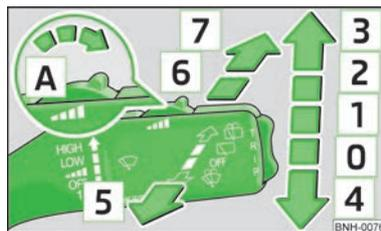

Fig. 28
- Si se desea limpiar el parabrisas sólo **brevemente**, empujar la palanca a la posición de suspensión elástica **[4]** » fig. 28.
- Levantar la palanca a la posición **[1]** » fig. 28.
- Levantar la palanca a la posición **[2]** » fig. 28.
- Levantar la palanca a la posición **[3]** » fig. 28.
- Tirar de la palanca hacia el volante a la posición de suspensión elástica **[5]** » fig. 28, el sistema de lavado y el limpiacristales trabajan.
- Empujar la palanca, apartándola del volante, a la posición **[6]** » fig. 28, la escobilla barrerá tras algunos segundos.
- Empujar la palanca, apartándola del volante, a la posición de suspensión elástica **[7]** » fig. 28, el limpiacristales y la instalación de lavado trabajan.
- Volver a colocar la palanca en la posición básica **[0]** » fig. 28.
Si está conectada la luz de cruce o de carretera y la palanca del limpiaparabrisas **[5]** » fig. 28 de la página 40 está retraída, los faros se salpicarán ligeramente. Para limpiar el faro se debe proceder también tras cada décimo rociado del parabrisas.
- Empujar la palanca de limpiaparabrisas a la posición **[4]** » fig. 28 de la página 40, los brazos de las escobillas se desplazarán a la posición de servicio.
- Conectar el encendido y presionar la palanca del limpiaparabrisas a la posición **[4]** » fig. 28 de la página 40, los brazos de las escobillas se desplazarán a la posición de servicio. ■